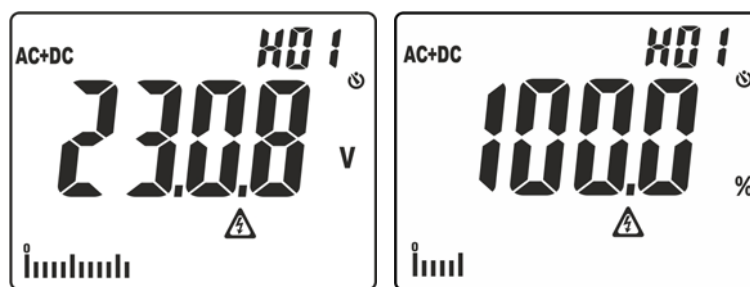

Fig. 3: Visualizzazione ampiezze analisi armonica
- Pressione semplice del tasto per visualizzazione ampiezze delle armoniche di tensione e corrente fino al 25° ordine (**Hdc**, **H01... H25**) in formato assoluto o percentuale in rapporto alle fondamentali dei segnali in ingresso (per valori di tensione VAC >0.5V e corrente AC > 0.5A e frequenza compresa tra 42.5Hz ÷ 69Hz) e il valore percentuale del parametro **THD%** (vedere § 9.4) come mostrato in Fig. 3. Usare i tasti \blacktriangle e $\blacktriangledown/\text{Ⓜ}$ per aumentare/diminuire l'ordine dell'armonica